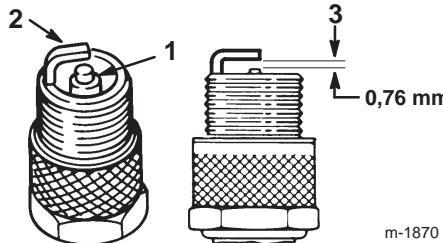

Figure 19
- Inspectez le centre de la bougie (Fig. 19). Si le bec de l'isolateur est recouvert d'un léger dépôt gris ou brun, le moteur fonctionne correctement. S'il est couvert d'un dépôt noir, c'est généralement signe que le filtre à air est encrassé.
- Contrôlez l'écartement entre l'électrode centrale et l'électrode latérale (Fig. 19). Courbez l'électrode latérale (Fig. 19) si l'écartement est incorrect.